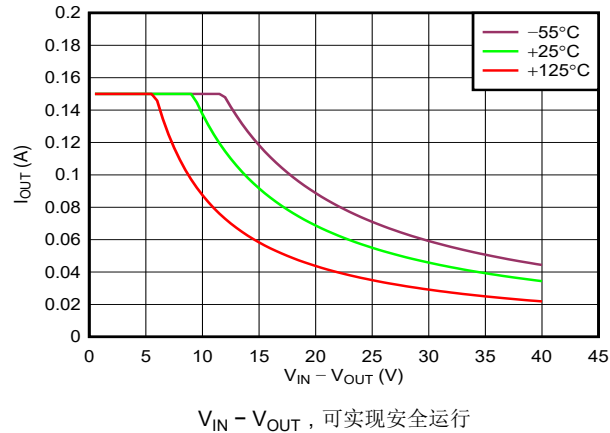

图 7-3.  $I_{OUT}$  与余量 ( $V_{IN} - V_{OUT}$ ) 间的关系
**绝对最大额定值** 中定义了 TPS7B91 支持的最大峰值功率耗散。功率耗散额定值根据 PCB 配置记录，并基于 2s2p 配置的 JEDEC 标准 (EIA/JESD51-x)。支持的最大功率可为 TPS7B91 提供可靠运行。超过功率限值会导致极端结温 (与结至环境热阻  $R_{\theta JA}$  相关, 方程式 3)。极端温度有可能损坏器件, 并可能缩短预期的器件寿命。根据安全操作限值, 图 7-3 显示了余量 ( $V_{IN} - V_{OUT}$ ) 支持的负载电流 ( $I_{OUT}$ )。